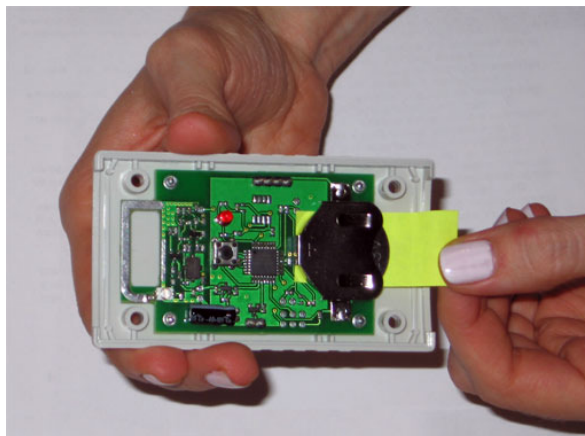

Рисунок 6. Снятие изолирующей прокладки.
- Вытащите жёлтую изолирующую прокладку, предупреждающую разряд батареи до момента начала эксплуатации датчика (рис. 6).